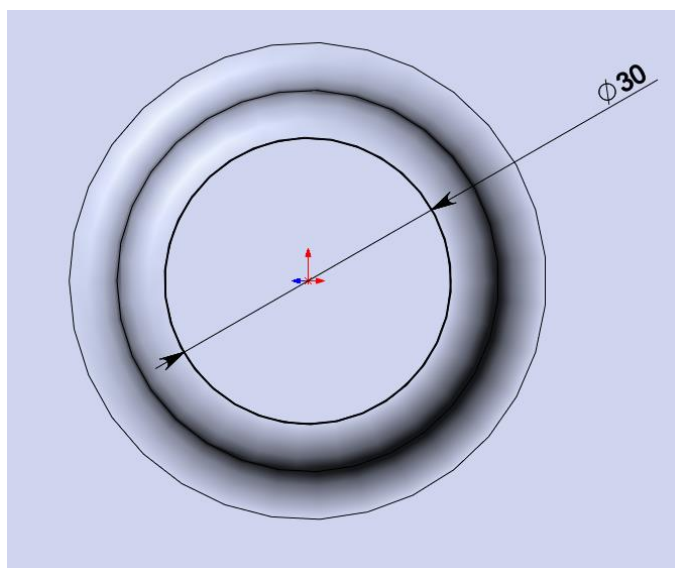

Рисунок 7 – создание эскиза на верхней плоскости объекта
10. На верхней части бобышки начертить окружность диаметром 30 мм (рис. 7).